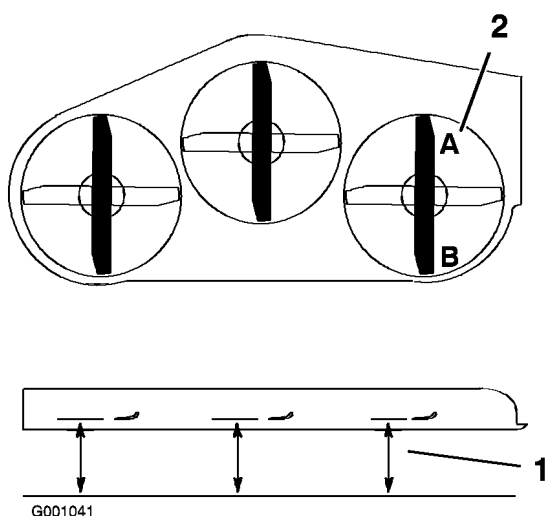

Figure 61
1. Tournez la lame droite dans le sens longitudinal (Figure 61).
2. Mesurez la distance au point **A** entre la surface plane et le tranchant de la pointe de la lame droite (Figure 61).
4. Mesurez la distance au point **B** entre la surface plane et le tranchant de la pointe de la lame droite (Figure 61).
6. La lame doit être plus basse de 6 à 10 mm au point **A** qu'au point **B** (Figure 61). Si ce n'est pas le cas, passez aux étapes suivantes.